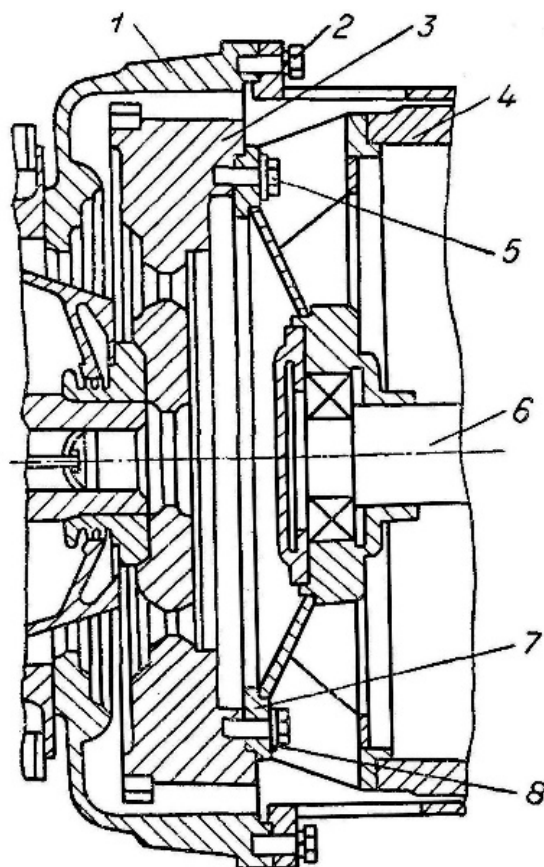

Рис. 4.2. Соединение дизеля с генератором:
**Соединение дизеля и генератора фланцевое.** Ротор генератора 4 (рис. 4.2) выступающей цилиндрической поверхностью входит в соответствующую этому диаметру проточку маховика дизеля. Ротор генератора соединен с маховиком дизеля двенадцатью болтами М14 × 1,5.